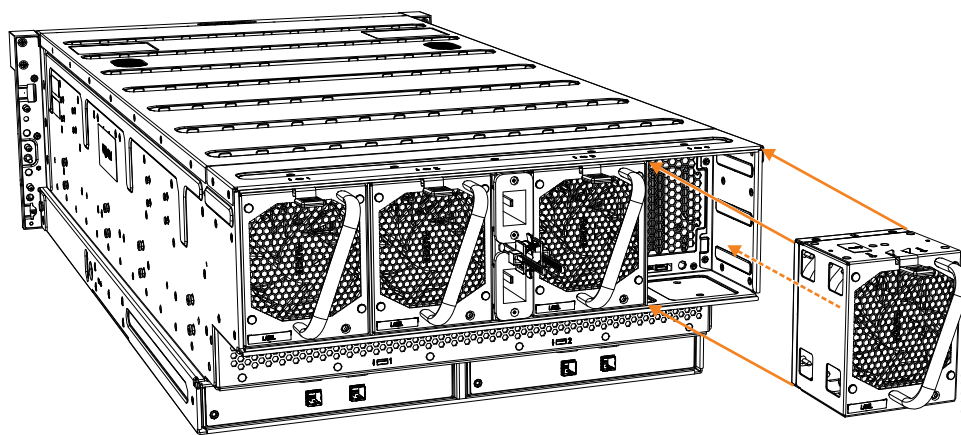

Figure 122. Retrait d'un module de ventilation
3. Utilisez la poignée pour retirer le module de ventilation du châssis du boîtier d'extension, comme indiqué dans la figure 122.